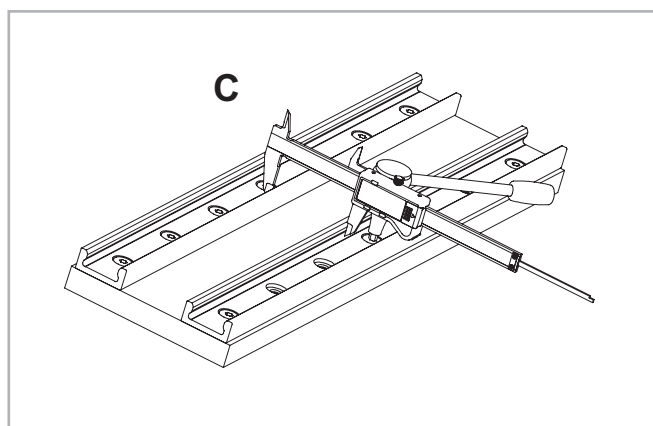

Рис. 74
(4) Затянуть винты в середине "С" второй направляющей (рис. 74), убедившись, что на этом участке расстояние между рабочими поверхностями (дорожками качения) направляющих соответствует среднему значению измерений аналогичных изменений, ранее проведённых на участках "А" и "В";
(5) Затянуть все оставшиеся крепёжные винты и проконтролировать требуемый момент затяжки всех крепёжных винтов (см. стр. CR-38, Табл. 31).